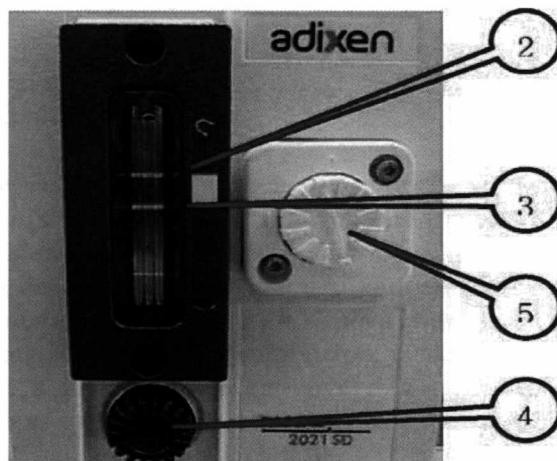

Рис. 4.2
2. Снимите маслосливную пробку (Рис. 4.2) и слейте отработанное масло в подходящий контейнер.
Поставьте две маслосливные пробки (Рис. 4.2) и залейте новое масло.